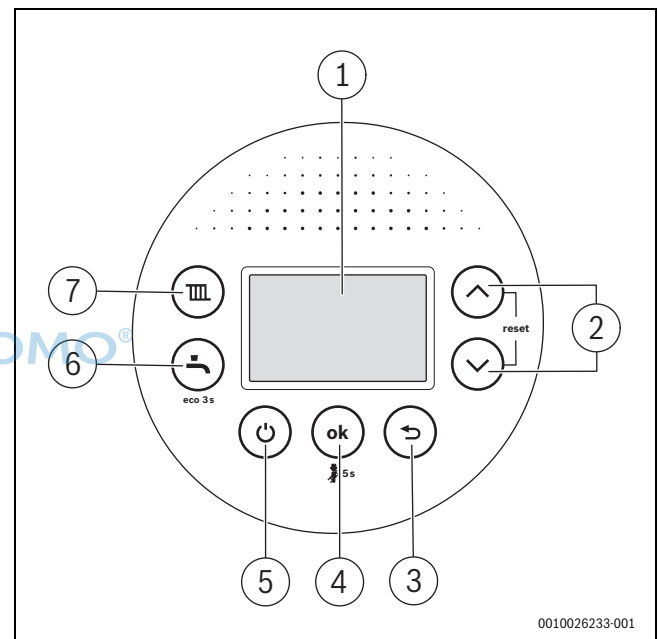

Bild 145 Bedienfeldübersicht
Nach der Inbetriebnahme schaltet die Taste  (→ Bild 145, [5]) gleichzeitig Heizung und Warmwasserbereitung aus oder ein, ohne die Spannungsversorgung zu unterbrechen.
- ▶ Im normalen Betrieb Gerät mit der Taste  (→ Bild 145, [5]) ausschalten.